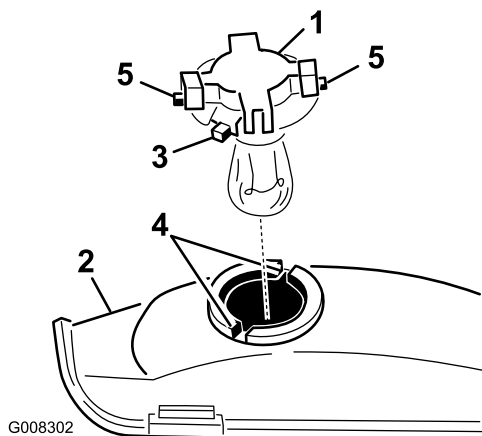

Figura 30
7. Gire el portalámparas 1/4 de giro en sentido contrario a las agujas del reloj y retírelo del reflector (Figura 30).